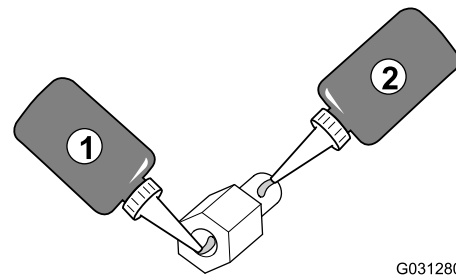

Figur 6
1. Bag på sprøjtemonitoren, med de 2 konnektorer (26 ben) justeret ned, fjernes den øverste låsemøtrik (5 mm) fra tappen på kugledrejefittingen (A i Figur 6).
3. Før afstandsstykket ind i tappen til kugledrejefittingen (B i Figur 6), og spænd det til et moment på 250 N·cm.
5. Fjern bagbeklædningen fra de 2 selvklæbende strimler (B i Figur 6), som du anvendte i Påsætning af selvklæbende strimler på X30-sprøjtemonitoren (side 2).
6. Placer hullerne i displayafdækningen, så de står ud for gevindafstandsstykkets tap (B i Figur 6).
7. Monter afdækningen på monitoren (C i Figur 6) med låsemøtrikken (5 mm), som du afmonterede i trin 1.